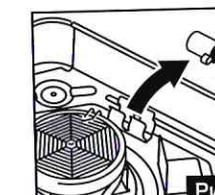

Рис. 13
- Извлеките переходник для бытового баллона из держателя, расположенного внутри плиты с правой стороны (Рис. 13).